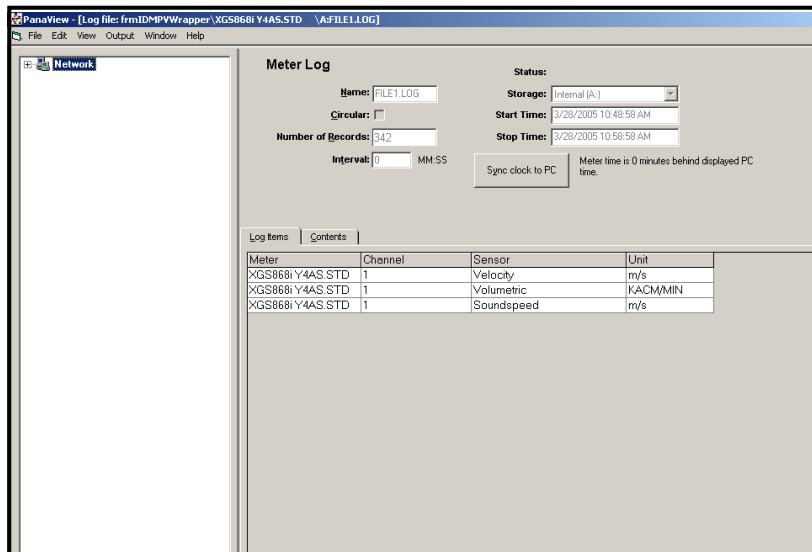

Figura 20: Janela de dados para um registro do medidor individual
2. Clique duas vezes no registro desejado. Uma janela é aberta para o registro individual, conforme mostrado na *Figura 20* abaixo.
- Clique na guia *Log Items* (Itens do registro) (consulte a *Figura 20* acima) para obter uma lista dos parâmetros especificados para registro.